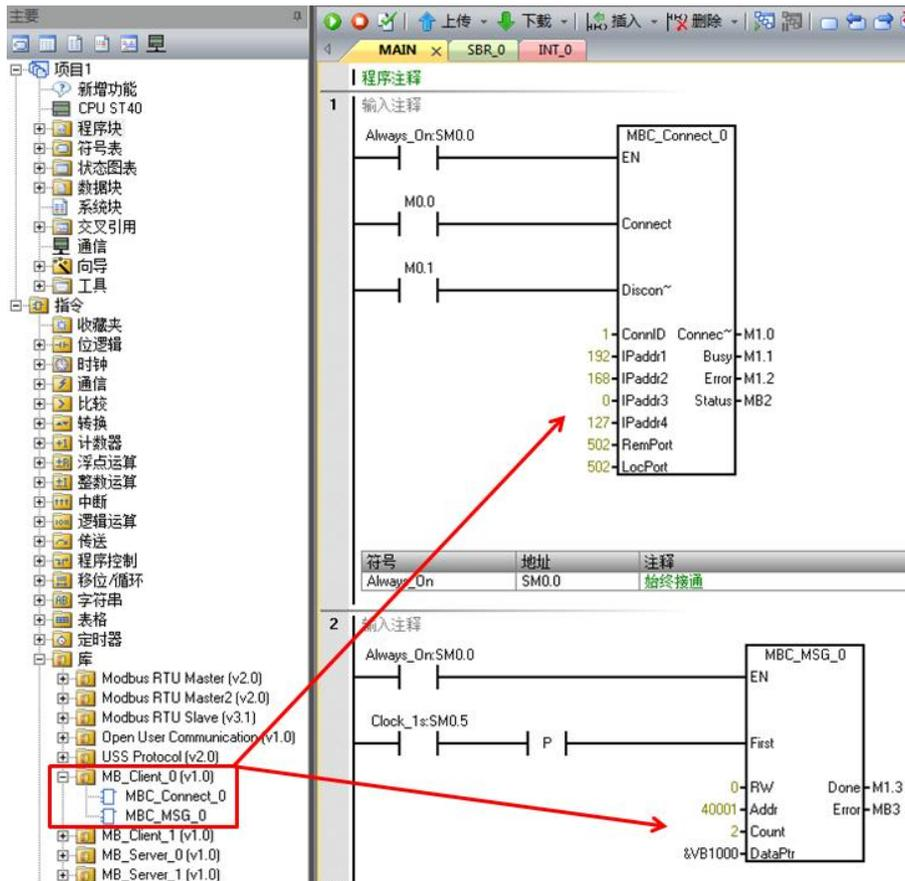

图 3.主程序中调用 MB\_Client 指令库
- 1) 在“MAIN”主程序中调用 MB\_Server\_Connect 和 MB\_Server 指令，如图 3. 所示。